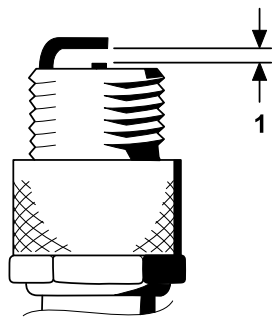

図 31
- 図 31 のように、電極間のエアギャップを 0.76 mm に調整する。